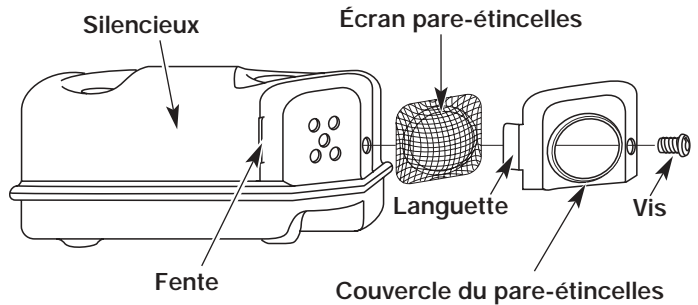

Figure 57
2. Retirez la vis retenant le couvercle du pare-étincelles au silencieux à l'aide d'un tournevis à lame plate ou à mèche no. T-20 Torx (Fig. 57).